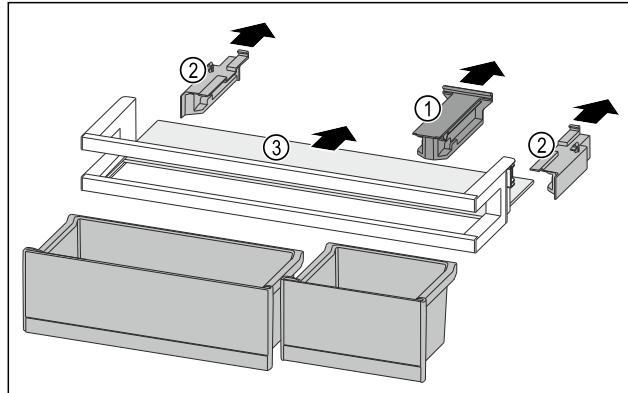

Fig. 115
- Snemite držalni del Fig. 115 (1).
- Snemite stranski del Fig. 115 (2).
- Odstranite polico za odlaganje Fig. 115 (3).